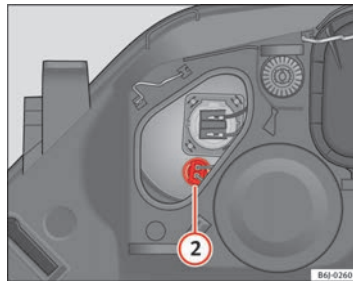

Abb. 149 Standlicht
- Ziehen Sie den Stecker ⇒ **Abb. 149** **②** nach außen ab.